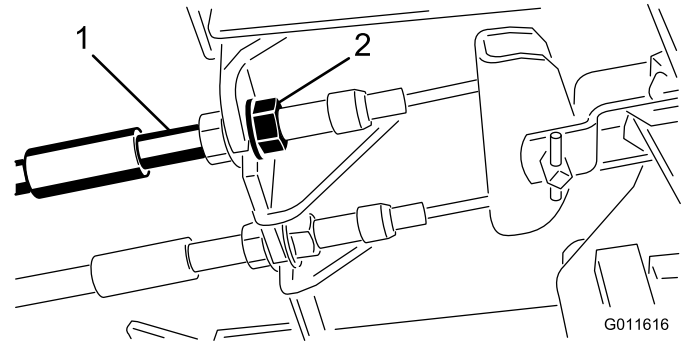

Figura 47
1. Para reducir la holgura de los pedales de freno, apriete los frenos aflojando la tuerca delantera del extremo roscado del cable de freno (Figura 47).